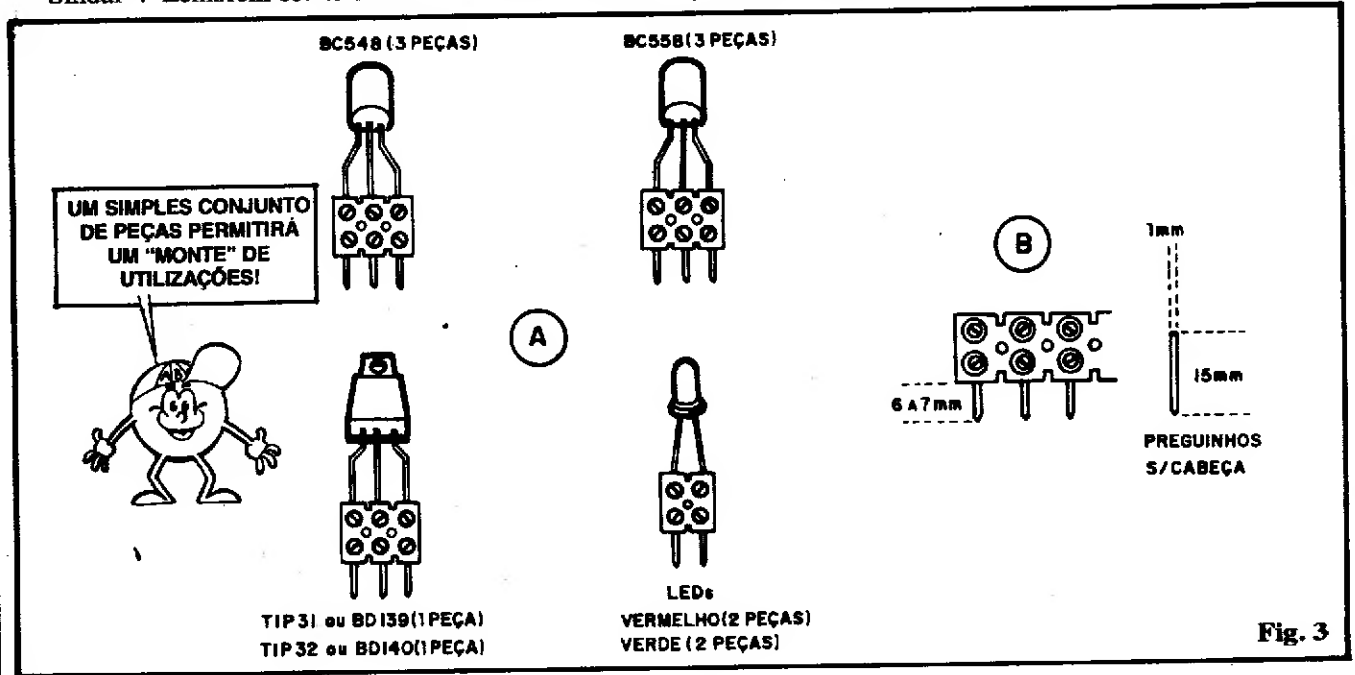

Fig. 3
- **FIG. 3-A** - Se o Leitor/"Aluno" prestar atenção aos códigos, valores e outros parâmetros e características da grande maioria dos componentes relacionados para as Experiências (e, mesmo para as Montagens Práticas...) do ABC, verá que existem **mnimas** "redundâncias" ou repetições... Isso é nitidamente **proposita**, imaginado no sentido de beneficiar ao máximo o "bolso" de Vocês! Quem comprou as peças para as Experiências das primeiras "Aulas", desde que possa reaproveitar ao máximo tais componentes, nas Experiências correspondentes à sequência das "Aulas", quase **nada** deverá adquirir (salvo um ou outro componente mais específico ou "novo", em termos de utilização...). Dessa maneira, o Leitor/"Aluno" mais "esperto", logo perceberá que vale a pena constituir uma espécie de "arquivo" ou "estoque" de componentes, destinado justamente às Experiências (tanto as mostradas no nosso "Curso", quanto as imagi-
- **FIG. 3-B** - Detalhes da implementação dos "sobre-pés"... Reco-
mendamos o uso de pinos firmes, de metal sólido, pouco flexível (já que não haverá mais a necessidade de "entortamentos" com o perfeito casamento das distâncias e espaços inter-segmentos...). Preguinhas sem cabeça (adquiridos por algumas "merrequinhas", em lojas de ferragens...) servirão perfeitamente, desde que tenham um calibre (diâmetro) de aproximadamente 1 mm, e um comprimento de 15 mm. A fixação deve ser feita de modo que "sobrem", externamente à barra, cerca de 6 ou 7 mm de pino. Observem que os parafusos dos segmentos, correspondentes à fixação eletro-mecânica desses "sobre-pinos" **podem** (até "devem"...) ser apertados com mais "braveza", dado o caráter semi-definitivo da conexão... Já os parafusos destinados à ligação do componente propriamente (nas partes superiores dos pedaços de barra - fig. 3-A...) devem, conforme recomendado anteriormente, receber um aperto "maneiro"... Notem as quantidades e códigos de componentes que recomendamos constar do "arquivo" de peças dotadas de "pré-conexão", válidas para esta fase inicial do nosso "Curso"... Nada impede, entretanto, que maiores quantidades de cada exemplar sejam implementadas,
- **FIG. 4** - Talvez nem fosse necessário detalhar, mas vamos lá (tem sempre gente nova chegando à "Escola", e é nosso dever atender também a esses "calouros"...): o diagrama mostra claramente como as peças dotadas de **pré-conexão** (fig. 3-A) e mais as peças ligadas diretamente, devem ser aplicadas à uma barra de conectores "principal". Complicação...? Nenhuma... É enfiar, apertar os parafusos (não muito...) e pronto! Um outro ponto que merece alguma atenção do Leitor/"Aluno" é o que se refere aos **jumpers** (simples pedaços de fio, interligando segmentos específicos da barra principal...). Estes são intensamente utilizados nas nossas montagens "sem solda"; assim, o Leitor/"Aluno" providente e organizado, poderá manter também um pequeno "estoque" de **jumpers**, em vários tamanhos (comprimentos), feitos com pedaços de fio sólido isolado, nº 20 ou 22, do qual, em ambas as extremidades, cerca de 6 a 7 mm de isolamento deve ser retirado. Na hora de implementar as montagens ou protótipos, basta escolher no "estoque", os **jumpers** já prontinhos, no conveniente tamanho, quando necessários... Essas interligações também poderão ser largamente reaproveitadas, desde que inicialmente confeccionadas em material de boa qualidade. Numa caixinha qualquer podem ser guardados (tudo organizadinho e bem classificado...) os componentes dotados de pré-conexão, e os **jumpers** pré-dimensionados, de maneira que o Leitor/"Aluno" terá seu mini-laboratório sempre à mão!
"-" (barra do negativo da alimentação). Observem também a conveniência de se numerar os segmentos da barra principal (o que facilitará, como já sabemos, a identificação dos pontos de ligação de componentes, jumpers, etc.). Todas essas marcações poderão ser facilmente feitas, com caneta ou lápis, sobre a madeira/base da nossa "mesa de protótipos". Com uma base conforme a mostrada na fig. 5, mais um conjunto de componentes dotados de pré-conexão (ver fig. 3-A e Lista respectiva), além de um punhado de resistores e capacitores nos valores e parâmetros mais frequentemente utilizados, o Leitor/"Aluno" terá um verdadeiro "mini-laboratório" experimental, completo, organizado, semi-portátil, que tornará seu aprendizado (e suas próprias "maluquices" eletrônicas...) mais simples, mais rápido e agradável, além de - seguramente - mais econômico, a médio prazo! O módulo sugerido na fig. 5 é, naturalmente, básico... Nada impede que quem quiser (e puder, a nível de "tutu"...), faça-o maior, simplesmente "encompridando" toda a tábua/base (cerca de 35 x 15 cm.), anexando mais uma barra "inteira" na região central (em "linha" com a primeira...) e também "dobrando" os pequenos módulos de contatos
periféricas "remotas" devem ser realizadas, ainda que em caráter provisório... Isso pode ser implementado de maneira limpa e organizada, via cabos de apoio conforme o mostrado na figura: entre 25 e 50 cm. de comprimento, dotados, numa das pontas, de um segmento único (cortado da barra de conectores...) com "pino" (ver fig. 3-B) e, na outra extremidade, de uma garra "jacaré" mini, isolada. As quantidades de itens abaixo relacionadas constituem uma boa média que, junto com os itens já sugeridos e relacionados, completará, na prática, o Laboratório Experimental do Leitor/"Aluno" organizado...